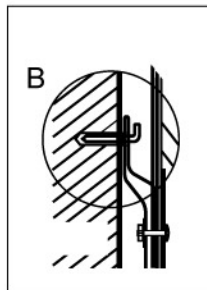

Рис. 6
1.2 После того, как вы выбрали правильное место установки водонагревателя, определите точки для отверстий под распорные болты с крюками (определяются в соответствии со спецификацией прибора, который вы выбрали). Просверлите в стене два отверстия соответствующей глубины с использованием сверла, подходящего по размеру под распорные болты, прилагаемые к водонагревателю, вставьте винты, поверните крюк вверх, плотно затяните гайки и затем повесьте электрический водонагреватель на эти крюки (смотри Рис.6).